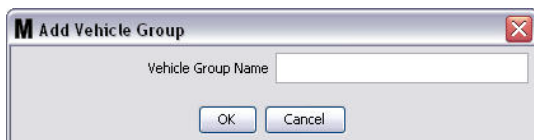

Рис. 152
- Появится окно «Add Vehicle Group» [Добавить группу транспортных средств] (Рис. 152). В окне можно назначить имя группы для определения транспортных средств из группы. Нажмите кнопку «OK» [OK], чтобы закрыть окно и сохранить изменения.